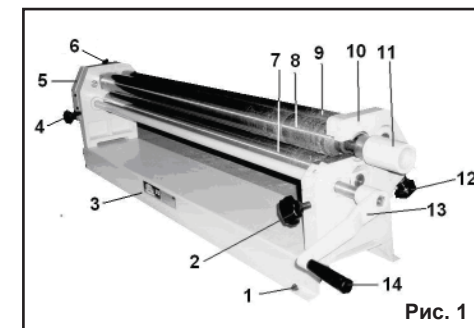

Рис. 1
5. УСТРОЙСТВО (Рис.1)
7. МОНТАЖ (Рис.1)
Как показано на Рис. 1 ручку (13) переустановите рукояткой (14) наружу, положение закреп-